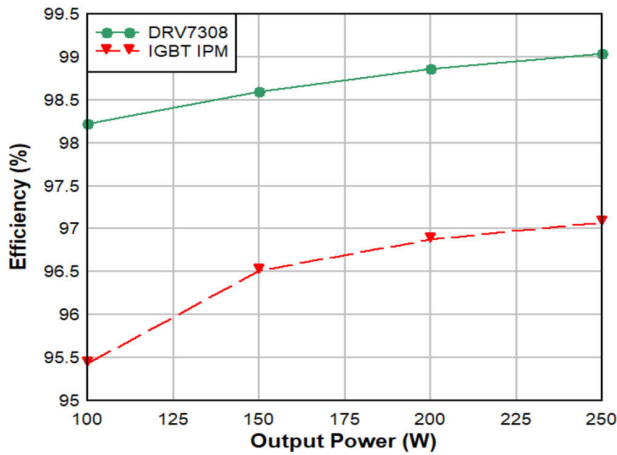

图 2. 250W 应用中 DRV7308 和 IGBT IPM 的效率比较。
图 2 比较了德州仪器 (TI) DRV7308 三相 GaN 智能电源模块 (IPM) 和峰值电流额定值为 5A 的 IGBT IPM 的效率。相应的值在以下条件下测得：电源电压为 300VDC、开关频率为 20kHz、环境温度为 25°C、风扇电机电缆长度为 2m、提供 0.85A 的均方根绕组电流和 250W 的逆变器输出功率。GaN IPM 的压摆率配置为 5V/ns。